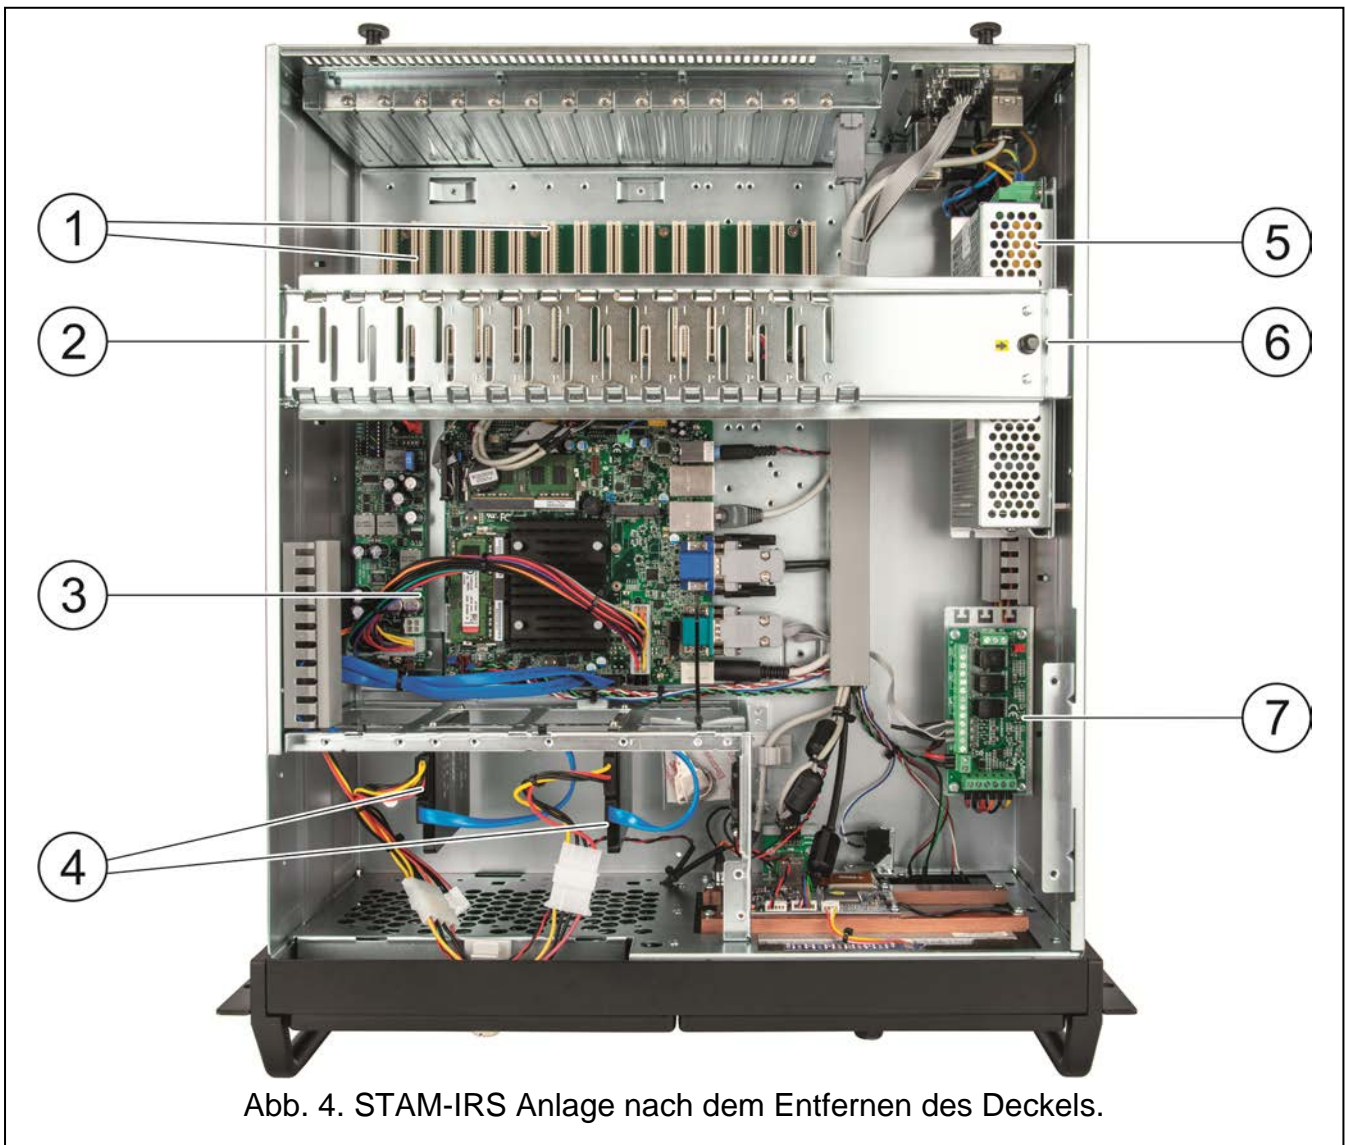

Abb. 4. STAM-IRS Anlage nach dem Entfernen des Deckels.
Erläuterung zur Abb. 4:
4. Lösen Sie die Metallschiene (in Abb. 4 mit Ziffer 2 gekennzeichnet) und nehmen Sie sie heraus.